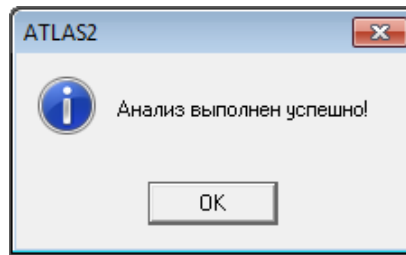

Рис. 10-324 – Информационное окно по окончании расчета по АВПКО
2) Выбрать ФИ в правой части группы окон «Финальные изделия для анализа» (рис. 10-324).